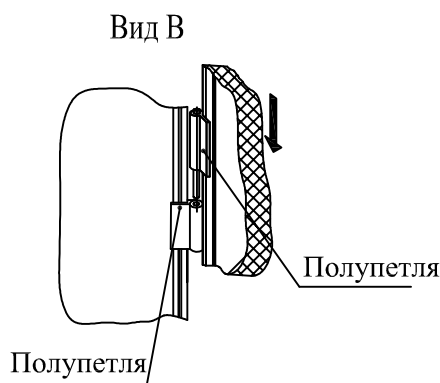

Рис.4
3. Навешиваем поворотные полотна (2) (Рис.4).